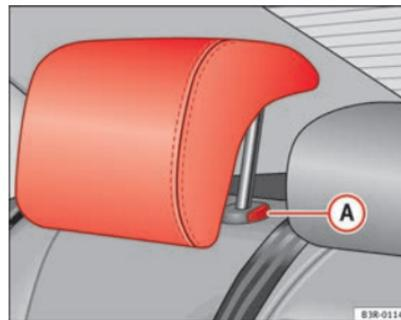

Abb. 112 Hintere Seitensitzplätze: Kopfstützen
- Drücken Sie den Knopf **A** ⇒ Abb. 112 und führen Sie die Kopfstütze nach unten.
- Drücken Sie auf die Taste **A** ⇒ Abb. 112 und ziehen Sie gleichzeitig die Kopfstütze heraus. ▶